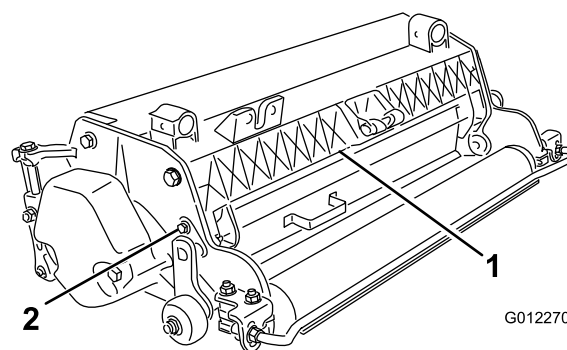

Figura 5
1. Desaperte os parafusos no apoio do resguardo de relva (Figura 5).
2. Rode o resguardo de relva para posição pretendida e aperte os parafusos (Figura 5).